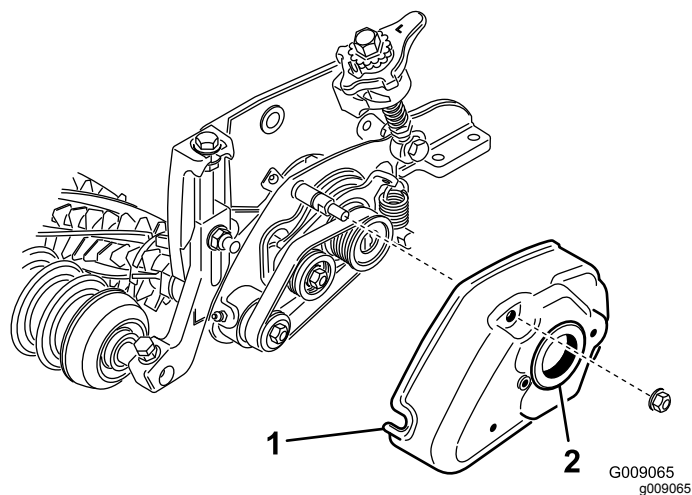

Рисунок 22
- Установите крышку универсальной механической щетки и закрепите 2 фланцевыми гайками (5/16 дюйма) (Рисунок 22).
- Нанесите консистентную смазку на внутренний диаметр втулки в крышке щетки (Рисунок 22).